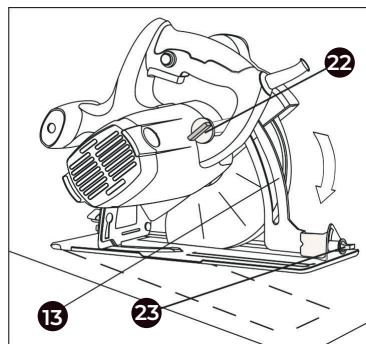
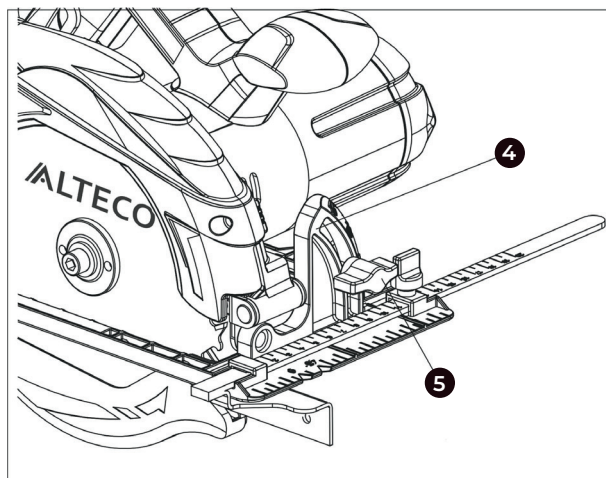

Рис. 4
Рис. 5
- Ослабьте фиксатор угла наклона **(5)** (рис.5), и дополнительный фиксатор **(23)** (рис.4), расположенный возле шкалы глубины пропила;